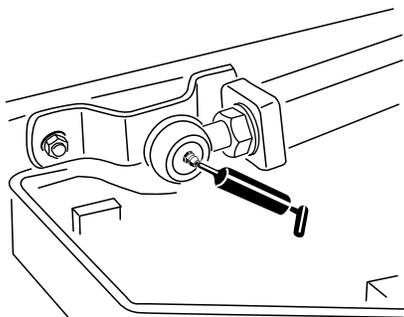

Figura 41
- 2 giunti a sfera del braccio di sollevamento (Figura 41)